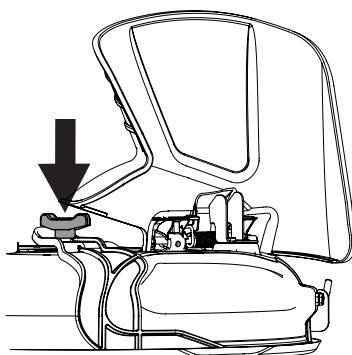

Figure 6
- Fixez le bouchon de déchiquetage avec un écrou papillon. Voir Figure 6.